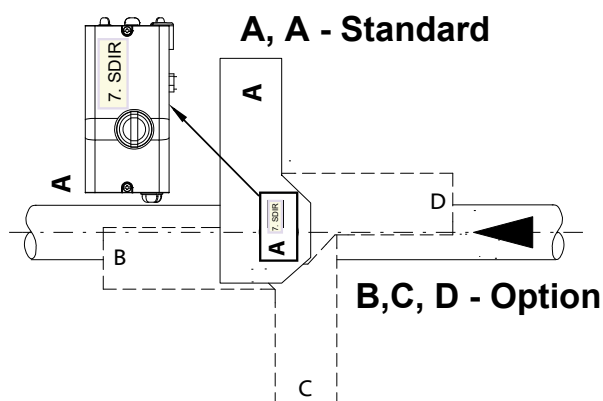

Fig.4-3a Ställdonets monteringslägen
Installationsläge A,A (→ bild 4-3a) - vinkelrätt mot rörledningen är standardmontage för både ställdon och lägesställare.
Monteringslägena B, C, D för don (→ bild 4-3a) och för lägesställare (→ bild 4-3ab) kan väljas beroende på installationsalternativ.
Fig.4-3ab Lägesställarens monteringslägen
5. Montera ställdonet i önskat läge (position A, B, C eller D) (→ Fig.4-3a).
Klämringen/friktionskopplingen levereras förmonterad på ställdonet i montageläge A eller C (→ Fig.4-3a). För donmontageläge B eller D skall klämringen vridas 90°.